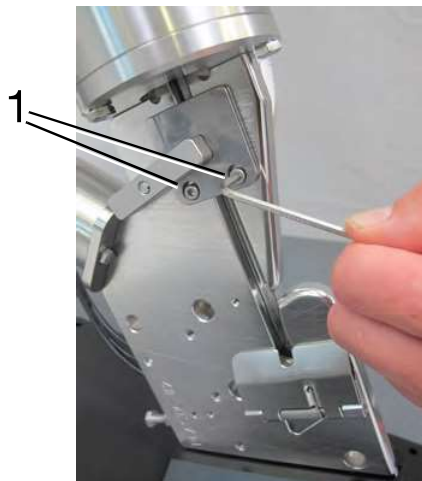

Bild 7-28 1 Schrauben
- Die Schrauben (1) an der Abdeckung des Clipfensters mit dem Innensechskantschlüssel festschrauben (Bild 7-28).